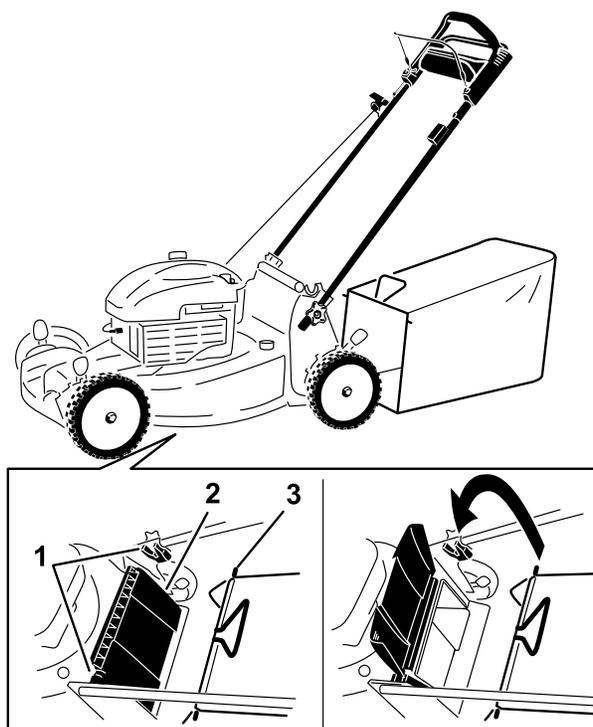

Рисунок 16
1. Поднимите и удерживайте задний отражатель (Рисунок 16).